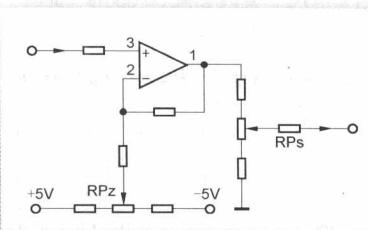

图2 零点满度调整回路
当给定零点信号调试修正零位时，所谓的零位电位器RPz实际上是“零位迁移”电位器（见图2），它是用来实现整体位移的，就如同图1中的误差曲线a经过RPz的向上调整（零位正迁移），从而得到整体向负向平移的曲线a1。由此可见，调零位并不影响仪表的测量范围，它只是起平移作用，使整个测量范围内移或下移。
当给定满度信号调试修正满度时，所谓的满度电位器RPs实际上是测量范围“跨度”电位器（见图2），它的作用是实现整个测量范围跨度调整，就如同图1中假设的零误差曲线b经过RPs的向上调整（增加测量范围跨度），从而得到倾斜上翘的直线b1。由此可见，调满度对零位没有影响（对于零刻度非零起始的输入信号有稍微影响。如4~20mA输入信号时，调整满度对零位有微小影响），它只是用来缩小或扩大测量范围的。
(3) 打(输入)信号逐点记录原始数据。
(4) 给定零点标准信号并调整图 2 中的 RPz 校准仪表零位。注意，因为配合热电偶测温的数显仪内部有室温补偿电路，所以，这里的零位信号就不是真正意义上的“0”了。怎么办？对于热电偶数显仪零位的校准必须反接输入室温标准信号。比如，标准水银温度计测得仪表背面接线端子处的室温为 20℃，查表 2 得 0.798mV，此时，
(5) 给定满度标准信号并调整图 2 中的 RPz 校准仪表满度(俗称“量程”，有些不妥，称“量程上限”确切些)。
(6) 反复调整零点及满度 2~3 次，并综合考虑其他各点的误差，直至合格。
(7) 校表并计算基本误差填表。例如，计算 300℃ 点正向基本误差如下：